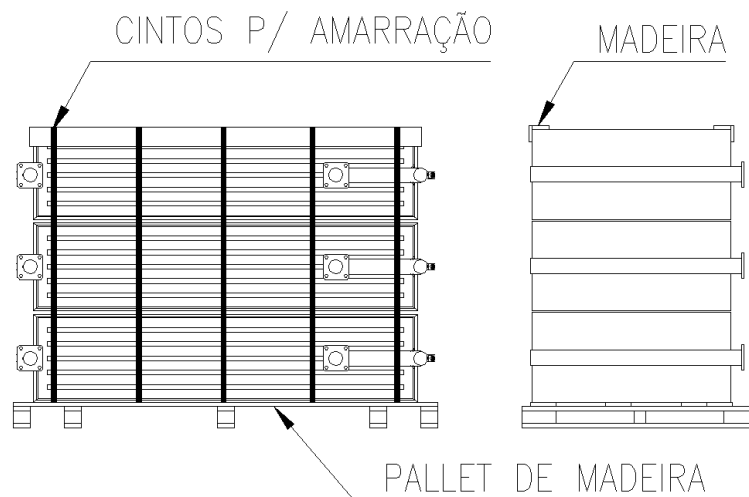

Figura 16 - Embalagem dos radiadores
Os radiadores são embalados empilhados sobre um pallet de madeira e amarrados com cintos conforme mostrado na **Figura 16**. Para movimentar este conjunto de radiadores, deve-se utilizar empilhadeira ou cintos que envolvam todo o estrado de madeira.
- * Armazená-los conforme **Figura 16**.